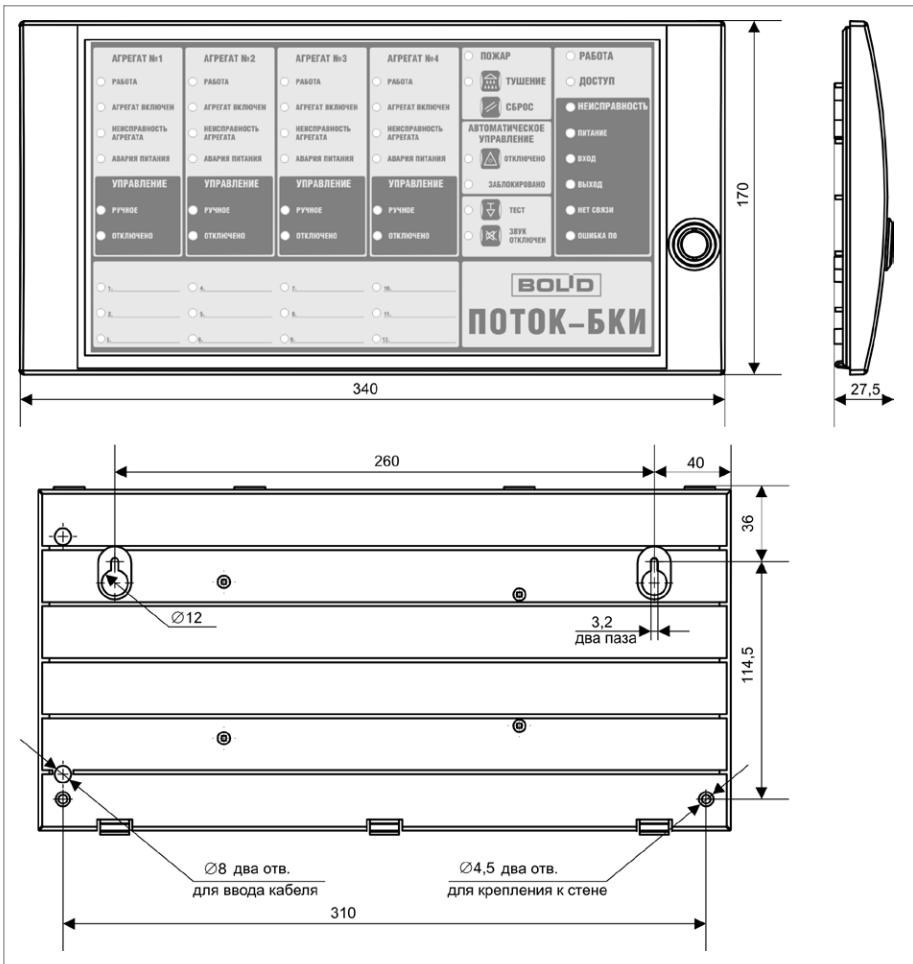

Рисунок 10. Внешний вид и габаритные размеры блоков
- Наметьте на стене места для четырех установочных отверстий в соответствии с габаритным чертежом (см. рис. 10).